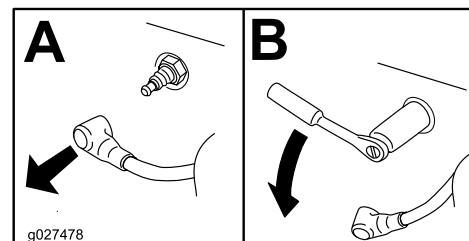

Bild 47
3. Entfernen Sie die Zündkerzen (Bild 47).